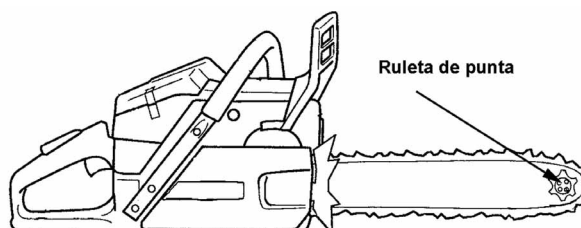

FIG. 016
- Ruleta de seguridad. Diámetro menor a $\frac{2}{8}$ de la anchura de la espada. **FIG. 016**